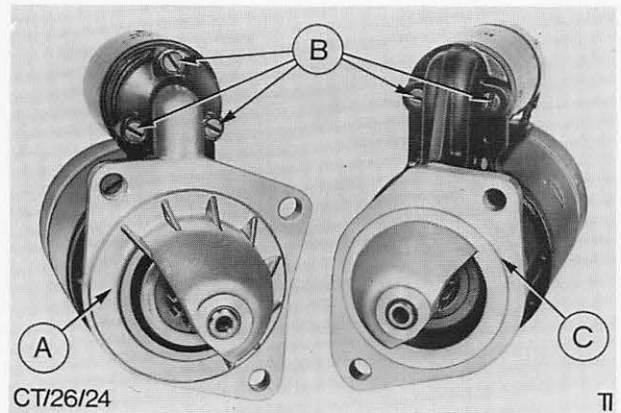
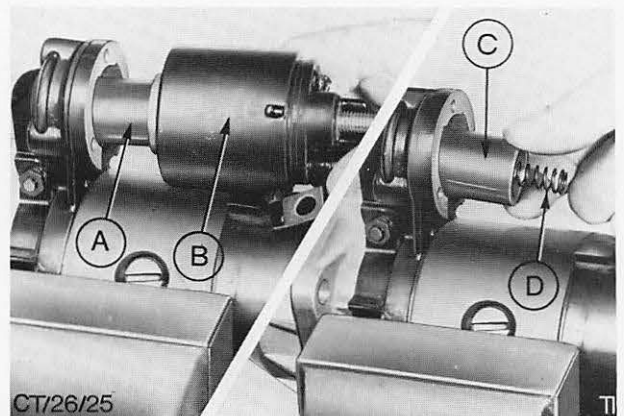
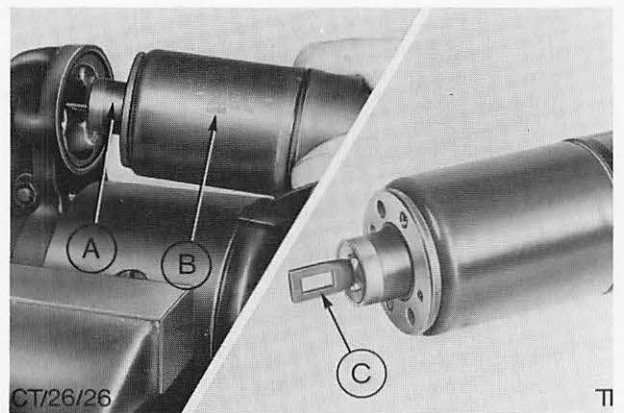

Abb. 54 A = Anlasser beim OHC-Motor
Abb. 55 A = Magnetschalteranker
Abb. 56 A = Magnetschalteranker
2. Befestigungsschrauben (3) des Magnetschalters herausdrehen, Abb. 54. Dann Schaltergehäuse vom Antriebslagerschild und Schalteranker zurückziehen und Schalteranker von der Einrückgabel aushängen, Abb. 55.
Befestigungsschrauben (2) des Magnetschalters herausdrehen, Abb. 54, Magnetschalter von der Einrückgabel aushängen und entfernen, Abb. 56.